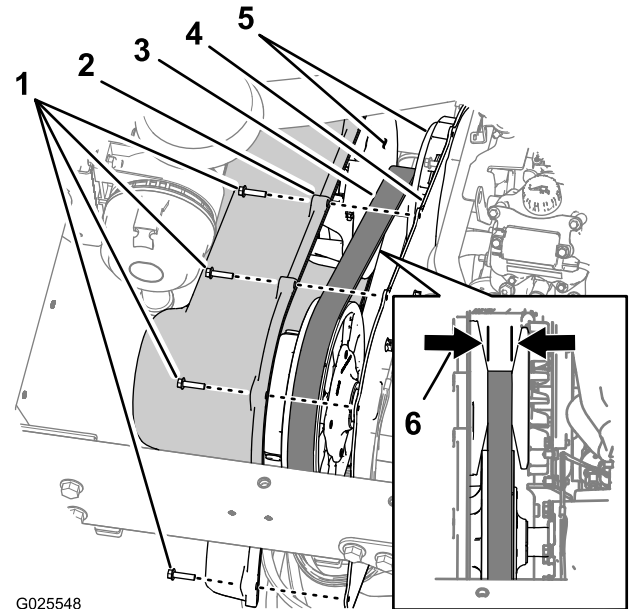

Figura 73
1. Retire los 9 pernos de cabeza hexagonal con arandela prensada (1/4" x 1") que sujetan la cubierta de la transmisión a la placa de montaje de la transmisión (Figura 73).
2. Mueva la cubierta hacia adelante hasta que pueda ver la correa de transmisión (Figura 73).
3. Inspeccione las caras cónicas del embrague primario en busca de señales de daños (Figura 73).
4. Compruebe la correa de transmisión en busca de dientes dañados o ausentes (Figura 73).
5. Mida y anote la anchura de la correa (Figura 73).
**Nota:** Si la anchura de la correa es de 29,5 mm o menos, cambie la correa (Figura 73).
6. Alinee los taladros de la cubierta de la transmisión con los taladros de la placa de montaje (Figura 73).
- Sujete la cubierta a la placa de montaje (Figura 73) con los 9 pernos de cabeza hexagonal (1/4" x 1") que retiró en el paso 1, y apriete los pernos a 10,2–12,4 N·m.